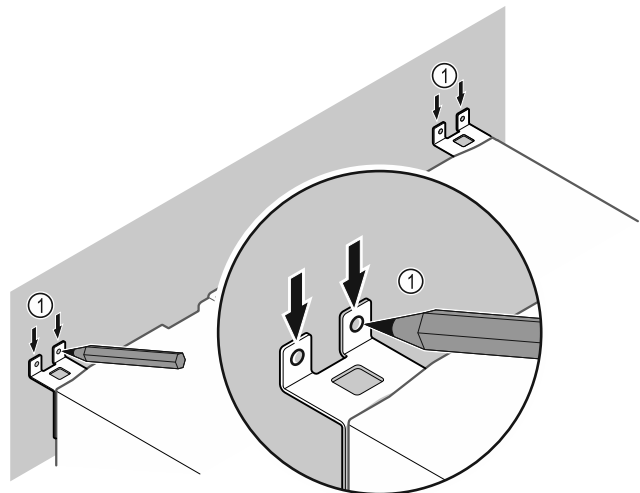

Fig. 13
- ▶ Padarykite ant sienos žymas Fig. 13 (1).